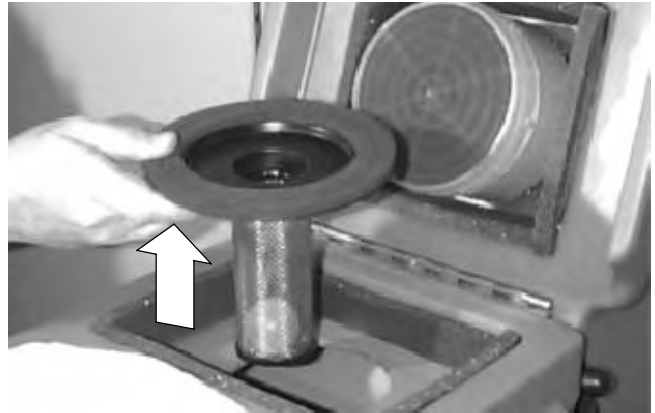

FIG. 15
3. Après chaque utilisation, nettoyez le flotteur sphérique à l'intérieur du réservoir. Soulevez le dispositif de filtre à flotteur hors du réservoir (Figure 15). Veillez à replacer fermement le filtre .